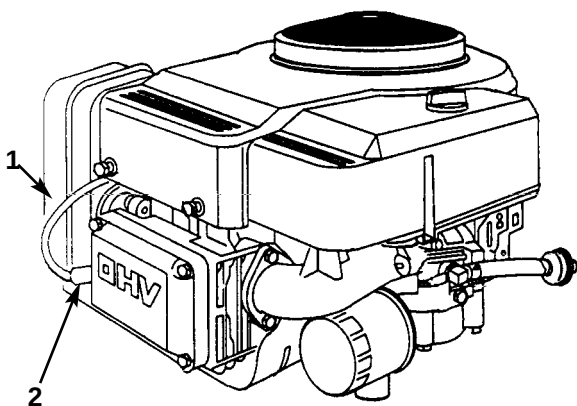

Fig. 24
3. Træk ledningen af tændrøret (fig. 24). Rengør nu omkring tændrøret for at undgå, at der falder snavs ned i motoren og evt. forvolder skade.
3. Tryk ledningen ned på tændrøret (fig. 24).